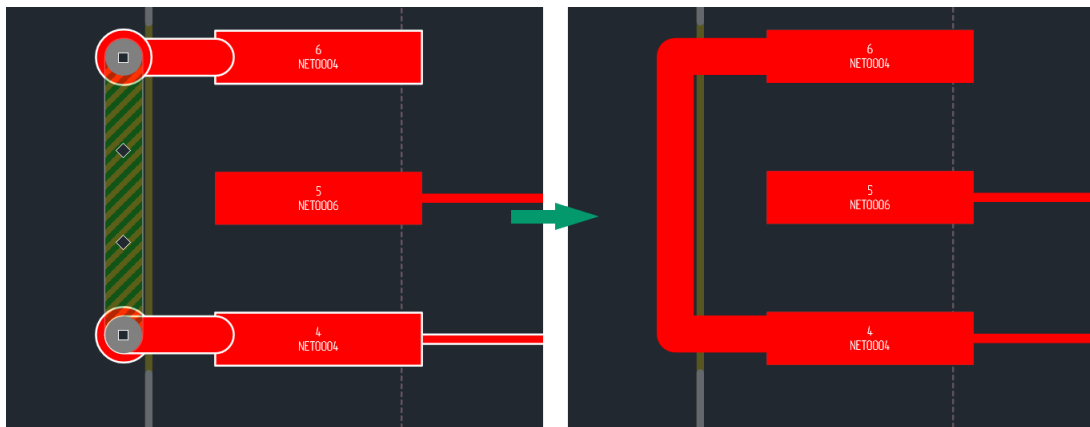

Рис. 244 Удаление ПО при подключении к нему треков на одном слое
- Если при переносе сегмента на другой слой, треки, подключенные к ПО, оказываются расположены на одном слое, то ПО будут удалены, см. Рис. 244.